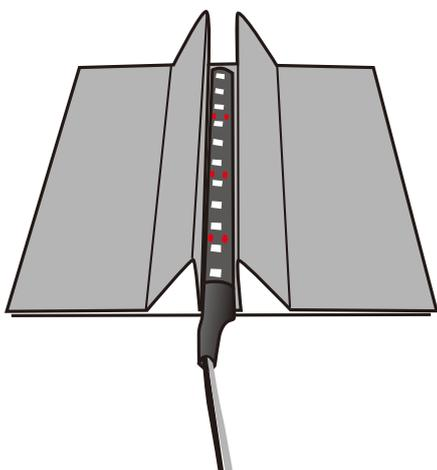

図8 LEDテープの固定方法
8) 図8のようにLEDテープのシールをはがして工作用紙の谷間に固定します。